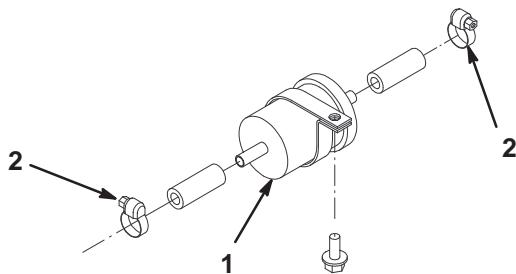

Bild 45
3. Lockern Sie die Schlauchklemmen an beiden Filterseiten (Bild 45) und ziehen die Kraftstoffleitungen vom Filter ab.